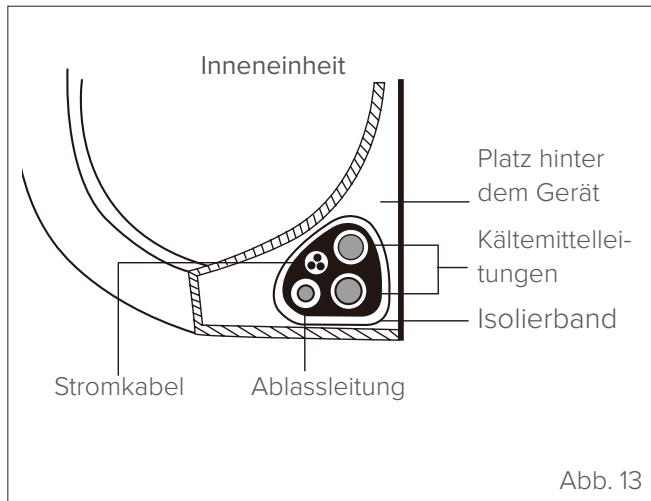

Abb. 13
- 1 Die Ablassleitung, die Kältemittelleitungen und die Kabel wie in „Abb. 13“ gezeigt bündeln.
- 3 Mit Isolierband die Stromkabel, die Kältemittelleitungen und die Ablassleitung fest umwickeln. Erneut überprüfen, ob alle Leitungen wie in „Abb. 13“ gezeigt miteinander verbunden sind.